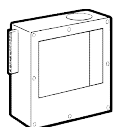

Fig. 8
**Electroválvula motorizada:** normalmente combinada al Maxi-Canister, es indicada para los equipos de aire, fig. 8.